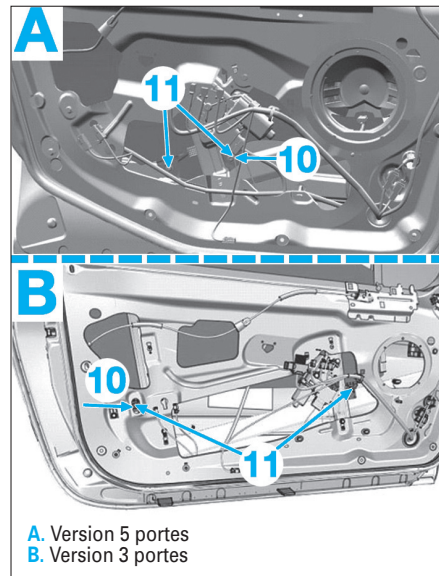
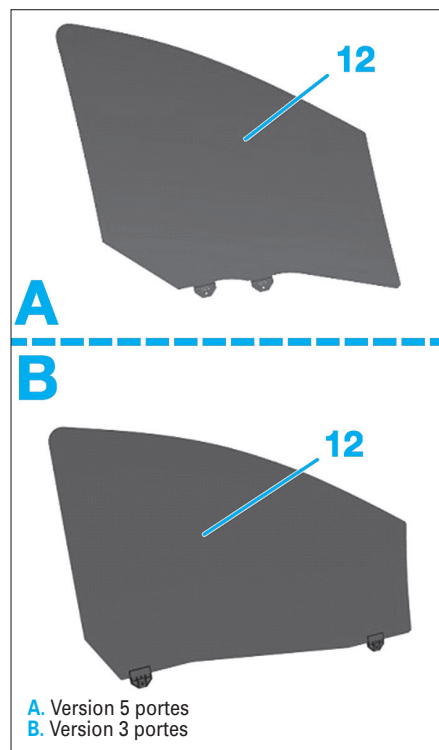

Fig. 111
Fig. 112
- À l'aide de la platine de contact, remonter la vitre par à-coups jusqu'à la position indiquée (10) (Fig.111).
- Déposer les vis (11).
- Dégager la vitre mobile de porte (12) (Fig.112).